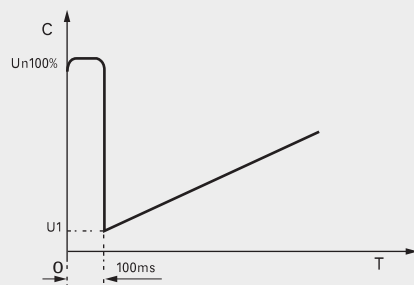

图 3
- 突跳+斜坡电压启动：用于重载时静摩擦力太大电机不能起转的场合启动波形如图3。